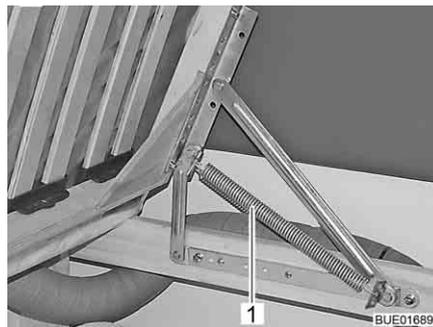

Fig. 76 Letto fisso
- Sollevare il telaio portamaterasso. Le molle (Fig. 76,1) mantengono il telaio portamaterasso in posizione di apertura.